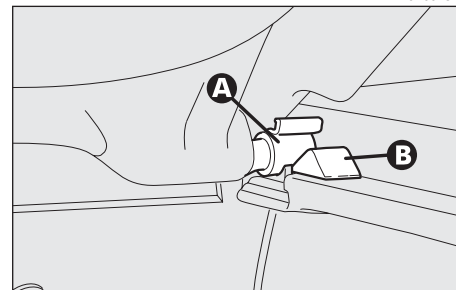

fig. 21
— suelte los pernos (A-fig. 21) ubicados en la parte exterior de la repisa de sus respectivos soportes laterales (B) y saque la repisa hacia el exterior.